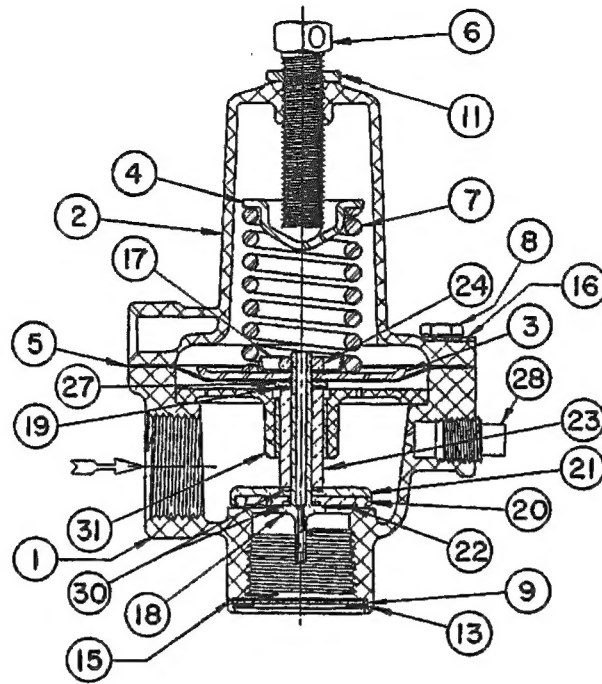

図7. 289H形-1in, および289HH形リリースバルブの断面
リリーフバルブの断面構造とキー番号は、図7を参照して下さい。
3) 図7を参照して、ワッシャ (キー-22)、Oリング (キー-30)、Oリング (キー-20)、ホルダ (キー-21)、スペーサ (キー-23)、ステムガイド組 (キー-31)、ガスケット (キー-19)、およびワッシャ (キー-27) をピトー管 (キー-18) にセットして下さい。